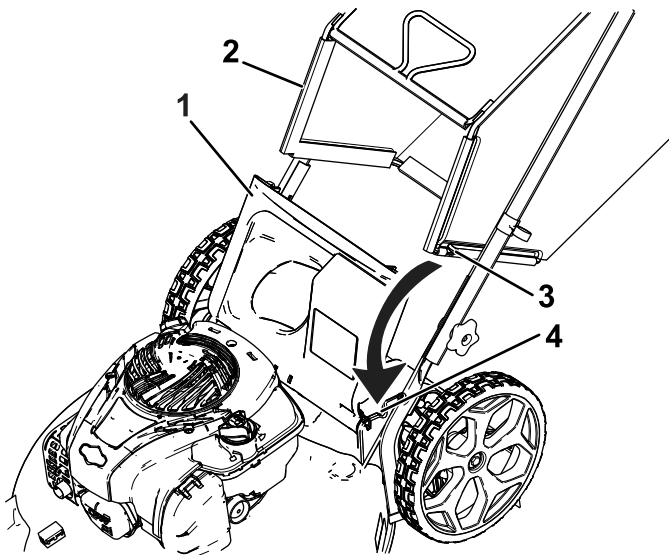

Figura 15
1. Levante el deflector trasero (Figura 15).
2. Introduzca los extremos de la varilla de la bolsa de recogida en las muescas de los soportes del manillar (Figura 15).